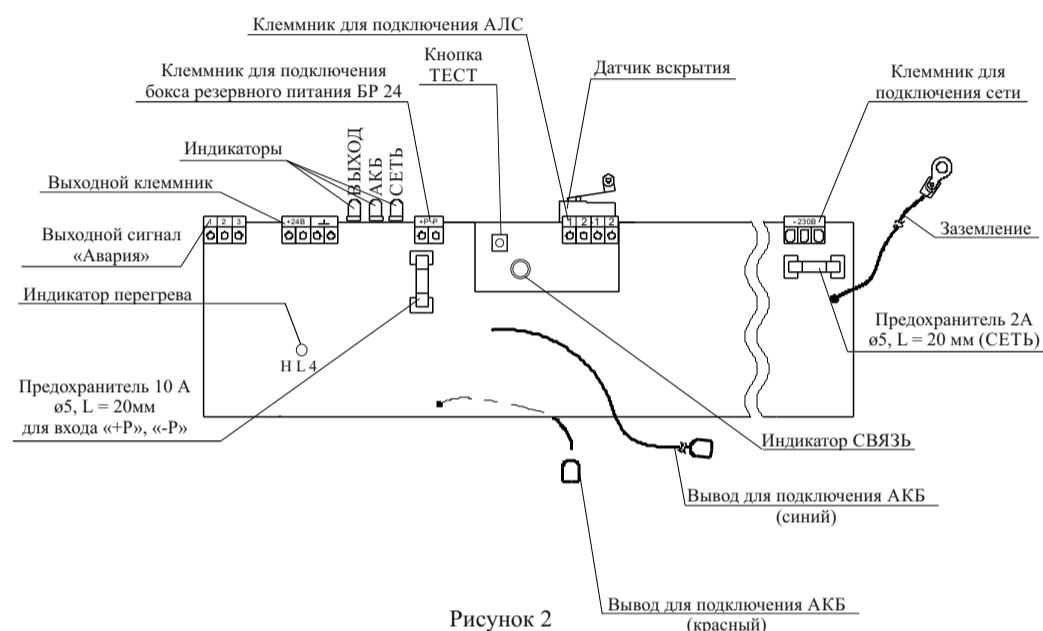

Рисунок 2
6.3 Подключение источника (см. рисунок 2) производить в следующей последовательности: